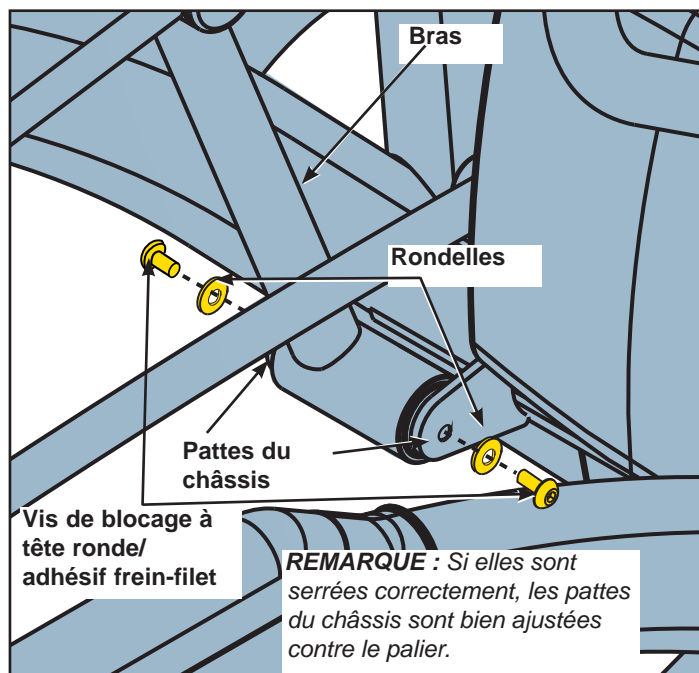

Figure 6
- A. Repérez les deux vis et les deux rondelles qui fixent chaque guidon au châssis principal. Reportez-vous à la figure 6.
- B. À l'aide d'une clé Allen de 7/32 po (n° 18), fixez les deux vis et les deux rondelles du guidon droit. Reportez-vous à la figure 6.